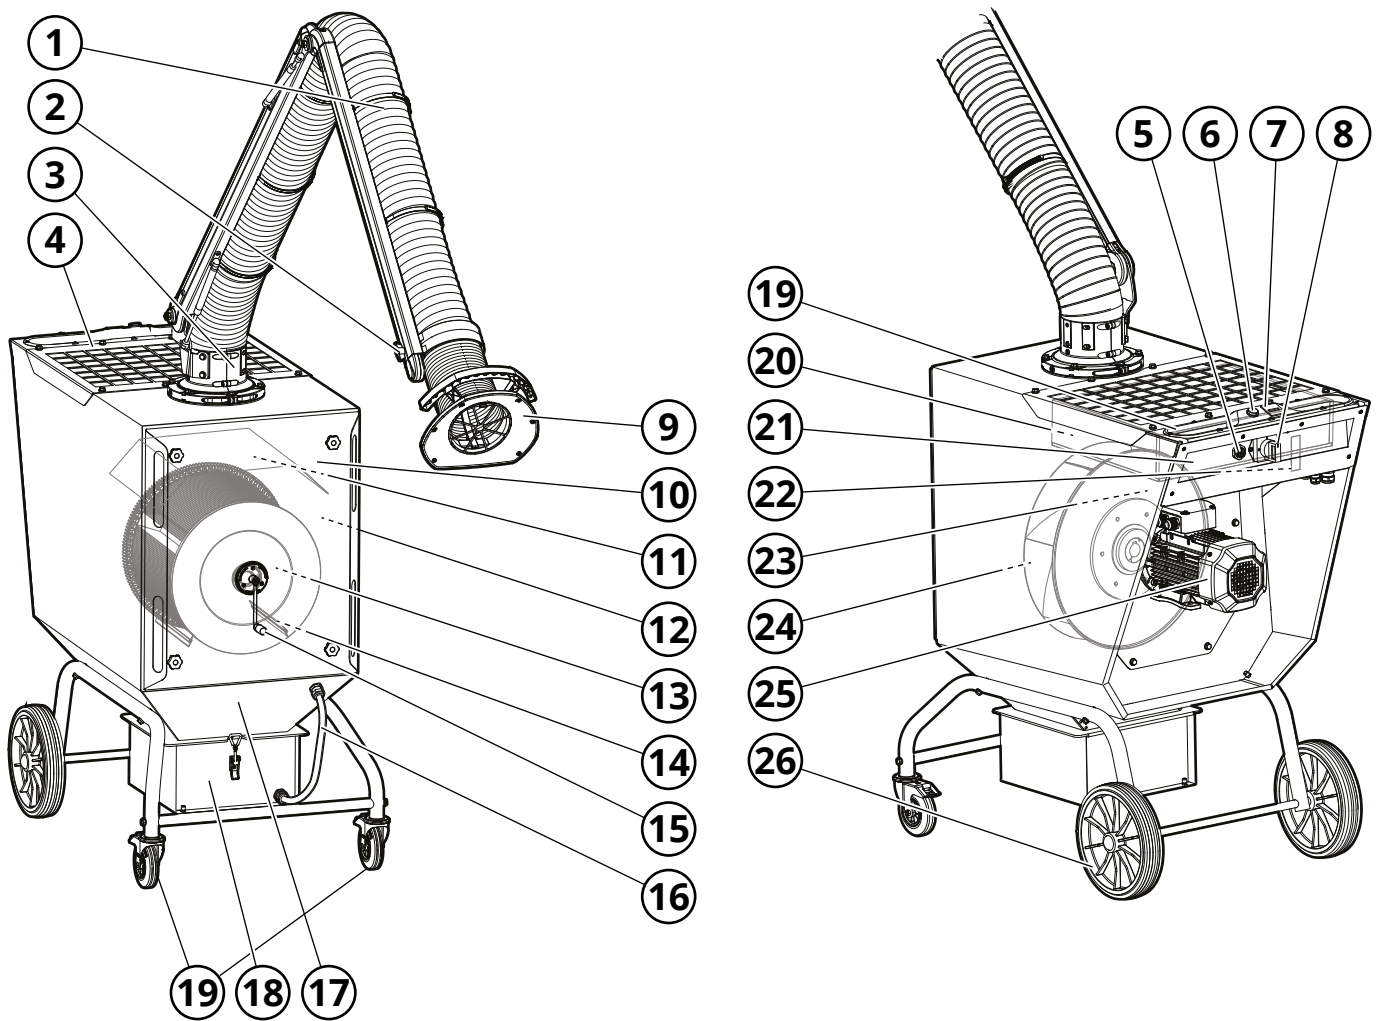

Fig. 2
Siehe Fig. 2.
Die verunreinigte Luft wird über den Absaugarme (1, **Fig. 2**) zur schmutzigen Seite der Maschine (12) gesaugt, wo die Luft durch die Filterpatrone (13) gereinigt wird. Die Filtrationsrate beträgt  $\geq 99\%$  der Rauch- und Staubverunreinigungen von Schweißarbeiten an hochlegierten Stählen, wie z. B. Stählen mit einem Nickel- und Chromgehalt von 30 %. Anschließend wird die gereinigte Luft durch das Ventilatorlaufrad (24) gesaugt und über die Reinseite der Filtereinheit (23) durch das Auslassgitter (4) in den Raum geleitet.